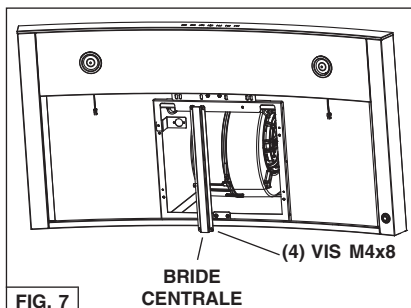

FIG. 7
1. Installez la bride centrale avec (4) vis M4x8. FIG. 7.